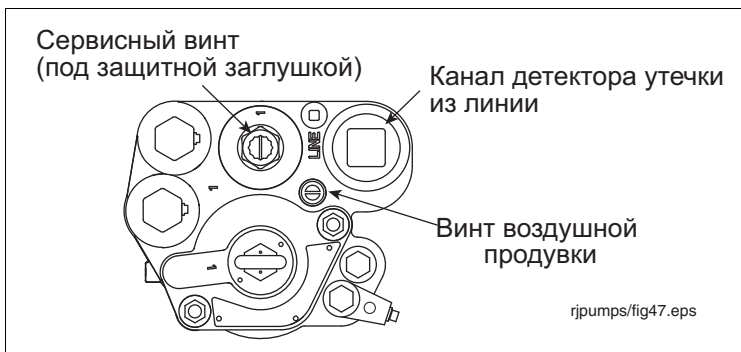

Рис. 22. Расположение заглушки выпускного канала для датчика утечки из линии
2. Снимите и отложите защитную заглушку сервисного винта и поверните его по часовой стрелке (см. рис. 22). Когда винт приблизится к нижнему положению, начнется сброс давления из системы (это можно определить на слух). Продолжайте вращать винт до упора. После того как винт дойдет вниз до упора, отверните его на 4 оборота, чтобы открыть обратный клапан и дать топливу стечь из полостей манифольда.
6. Поверните винт воздушной продувки на 2–3 оборота против часовой стрелки (см. рис. 22).